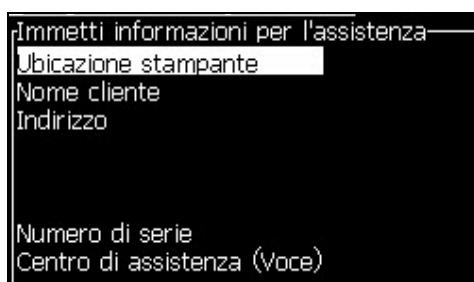

Figura 4-23: Finestra di dialogo Informazioni Assistenza
- 2 Selezionare *Enter Service Information* (immetti informazioni assistenza) e premere *Invio*. A questo punto, appare la finestra di dialogo *Enter Service Information* (vedi Figura 4-23).